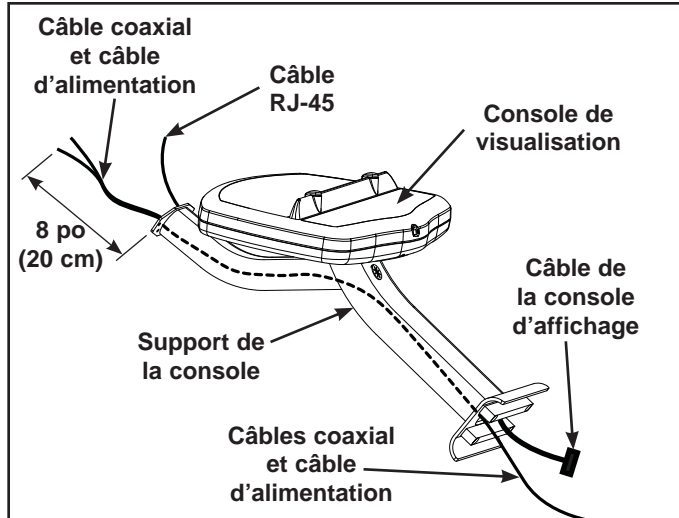

Figure 20
- B. Repérez les câbles coaxial et d'alimentation (B) qui sortent du dessus du châssis de l'Arc.
- C. Insérez les câbles coaxial et d'alimentation (B) dans le bas du support de la console jusqu'à ce que 8 po (20 cm) de câble sortent sur le dessus. Reportez-vous à la figure 20.